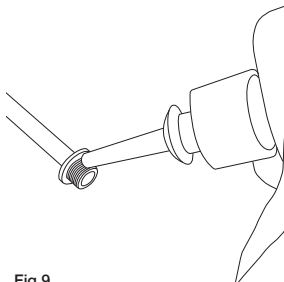

Fig.9
- Prima del rimontaggio, è obbligatorio applicare Loctite 222 a bassa resistenza nella filettatura delle viti (Fig. 9).